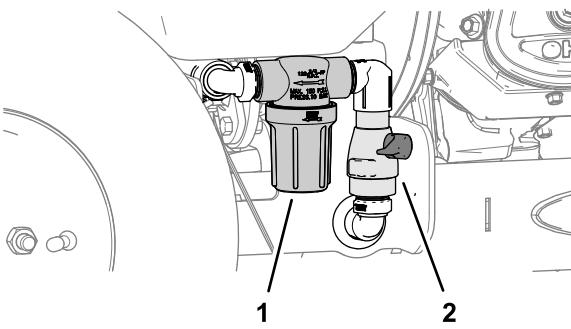

Figura 53
3. Coloque un recipiente debajo del filtro (Figura 53).
- Gire la maneta de la válvula de cierre de la bomba 90° en sentido antihorario a la posición de CERRADO (Figura 53).
- Gire la maneta de la válvula de cierre de la bomba 90° en sentido horario a la posición de ABIERTO (Figura 53).